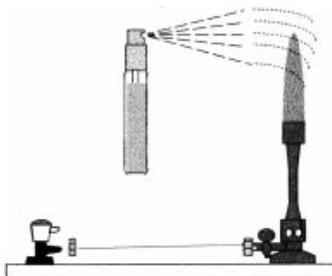

Figure 3
- Après remontage, pulvériser à ~ 30 cm la solution dans le haut de la flamme (figure 3).